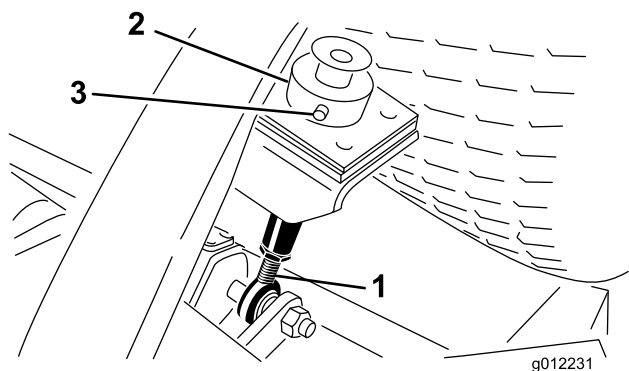

Figure 9
5. Retirez la goupille fendue et l'axe de chape qui fixent la bague de hauteur de coupe à la tige de réglage de hauteur de coupe à l'arrière du plateau de coupe (Figure 9).